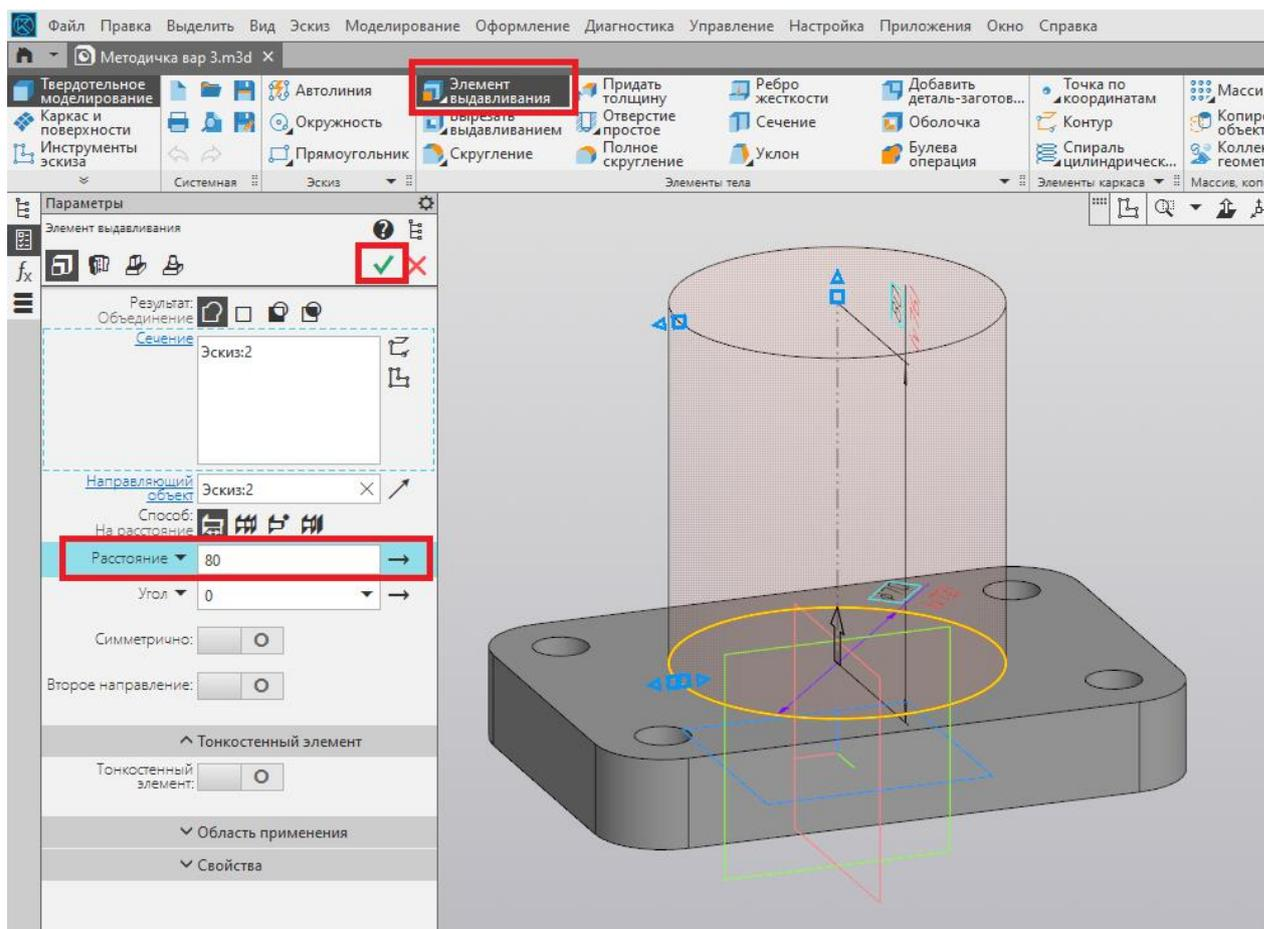

Рис. 142
14. При помощи команды «Элемент выдавливания» выдавливаем эскиз с окружностью на высоту 80 мм. Завершаем выполнение команды нажатием на зелёную галочку (рис. 142).